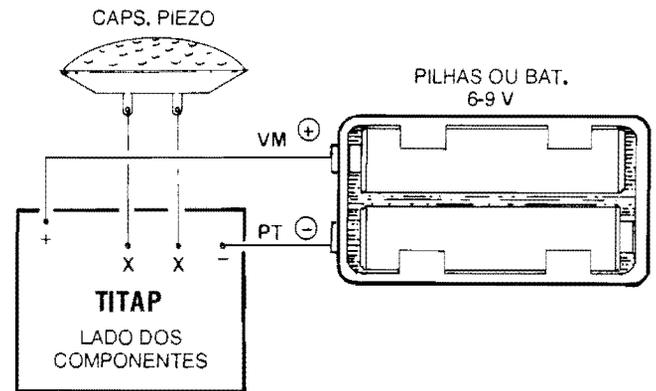

FIG. 5
- **FIG. 5 - CONEXÕES EXTERNAS À PLACA** - Com o Impresso ainda visto pela sua face não cobreada, a figura agora mostra as ligações externas ao Impresso, ou seja: as conexões aos terminais do transdutor piezo (feitas através dos pontos "X-X" da placa...) e as ligações da alimentação, polarizadas, aos pontos "+" e "-"... Quanto às ligações das pilhas ou bateria, lembramos que os fios "naturais" já existentes nos respectivos suportes ou "clip", mantém o código de cor vermelha para o positivo e cor preta para o negativo...